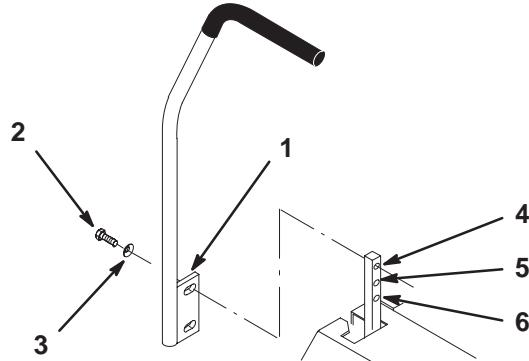

Figure 4
1. Retirez les 4 boulons (3/8 x 1") et 4 rondelles élastiques (3/8") qui fixent les leviers de commande de déplacement aux axes des bras de commande pour l'expédition (Fig. 4).
2. Placez les leviers (plaqué de montage dirigée vers l'arrière) à l'extérieur des axes des bras de commande et fixez-les en place au moyen des 4 boulons (3/8 x 1") et 4 rondelles élastiques (3/8") (Fig. 4).
4. Alignez l'avant et l'arrière des leviers, l'un par rapport à l'autre, en position point mort. Desserrez les fixations et réglez en faisant glisser/en inclinant le(s) levier(s) en avant ou en arrière jusqu'à ce qu'ils soient correctement alignés (Fig. 4).